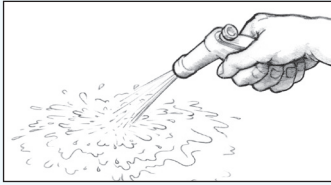

Abbildung 33 Waschen Sie die Oberfläche nach dem Schleifen mit Wasser ab.
4. Wenn die Oberfläche Ihren Ansprüchen genügt, waschen Sie diese mit Wasser ab. Das Wasser sollte gleichmäßig ablaufen. Wenn das ablaufende Wasser Tropfen oder Perlen (ein Zeichen von Verunreinigung) bildet, trocknen Sie die Oberfläche mit Papiertüchern. Wiederholen Sie den Nassschliff, bis das Wasser gleichmäßig abläuft. (Abbildung 33).